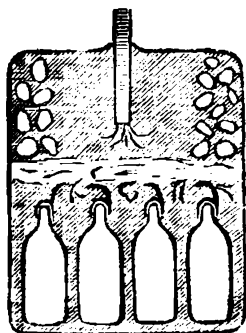

Fig. 55.
*Bomba.* — Per fare questa bomba si mettono le granatine in fondo al cartoccio, si comprimono gli stoppini delle granatine, indi con altri stoppini lunghetti si fa uno strato da coprire interamente le granatine. Su questo strato si mettono le stelle con la polvere in grani o semplicemente la polvere (fig. 55).